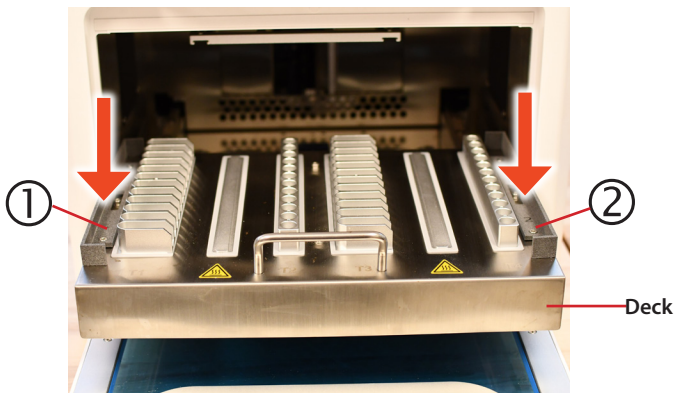

Abbildung 3
Das Deck herausziehen und die Tray-Halterungen wie in Abbildung 3 dargestellt platzieren. Platzieren Sie die mit ① nummerierte Halterung auf der linken Seite und die mit ② nummerierte auf der rechten Seite des Decks.